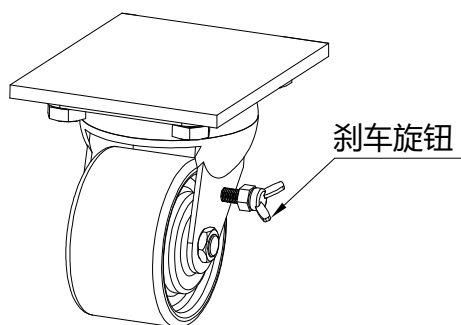
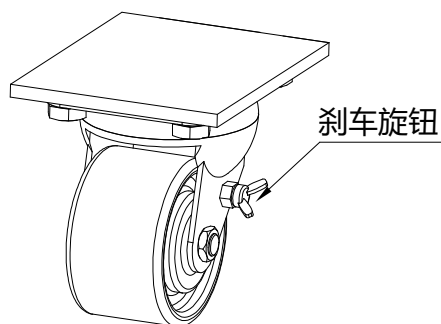

图4
图5
①如图4所示，刹车未启用，脚轮可自由行走；如需要长时间停车，可顺时针拧紧刹车，限制脚轮转动，防止设备移动，如图5所示；